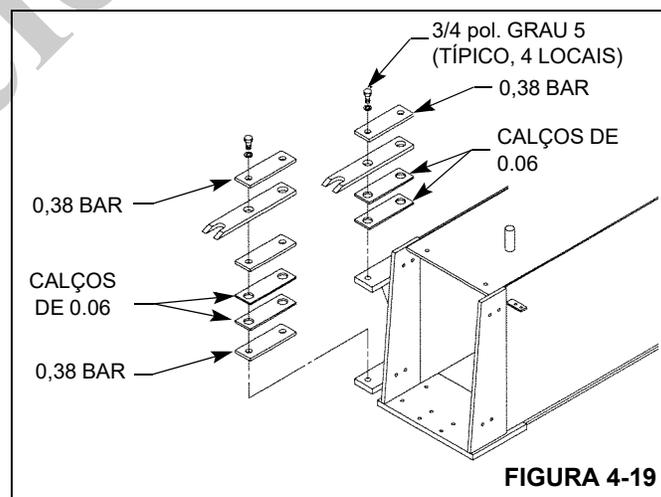

FIGURA 4-19
1. Sem apertar, parafuse os dois conjuntos de orelhas com calços e barras conforme mostrado na Figura 4-19 à lateral da primeira seção da lança.